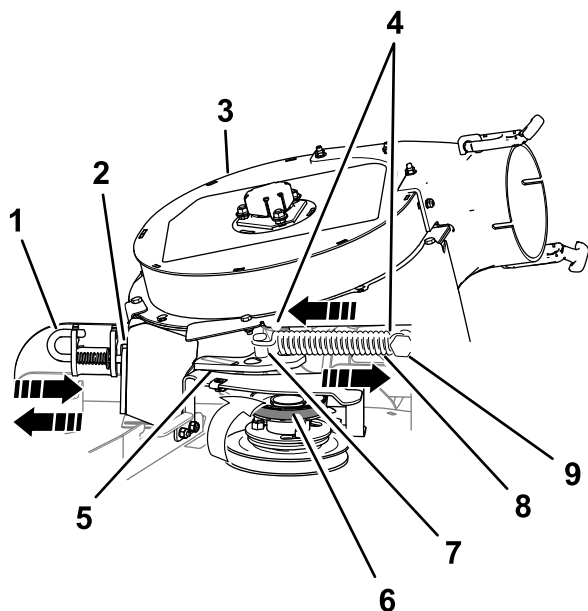

Figure 15
- Tirez sur la poulie de tension appelée par ressort pour l'éloigner du tenon fixe et déchaussez la courroie de la poulie de tension (Figure 15).
2. Déplacez le support de pivot de poulie la de tension vers le tenon de ressort fixe. Décrochez le ressort du tenon mobile (Figure 15).
5. Placez la goupille de verrouillage du ventilateur en position ouverte et faites pivoter le ventilateur vers l'extérieur (Figure 15).
- Ouvrez la goupille de verrouillage de ventilateur, approchez le ventilateur du plateau et fixez la goupille de verrouillage au support de goulotte (Figure 15).
- Déplacez la poulie de tension vers le tenon fixe du ressort et accrochez le ressort en alignant le crochet sur le tenon mobile du ressort (Figure 15).